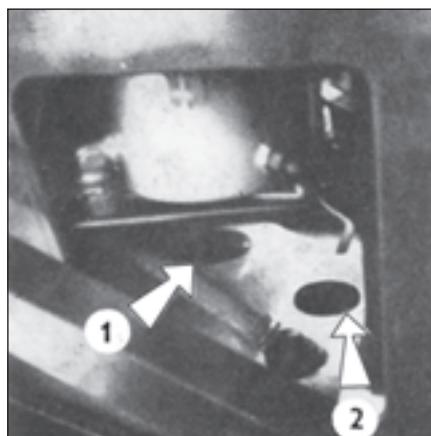

Fig. 36
1. L'orifice de remplissage de la boîte de vitesses de la prise de force avant (fig. 36), montée en option.